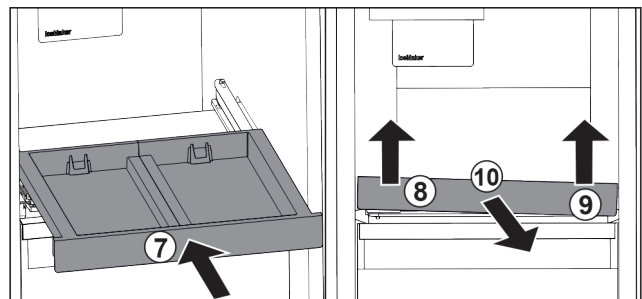

Fig. 106
- ▶ Uitschuifpateau erin schuiven. Fig. 106 (7)
- ▶ Uitschuifpateau linksvoor optillen. Fig. 106 (8)
- ▶ Uitschuifpateau rechtsvoor optillen. Fig. 106 (9)
- ▶ Uitschuifpateau er naar voren uitnemen. Fig. 106 (10)